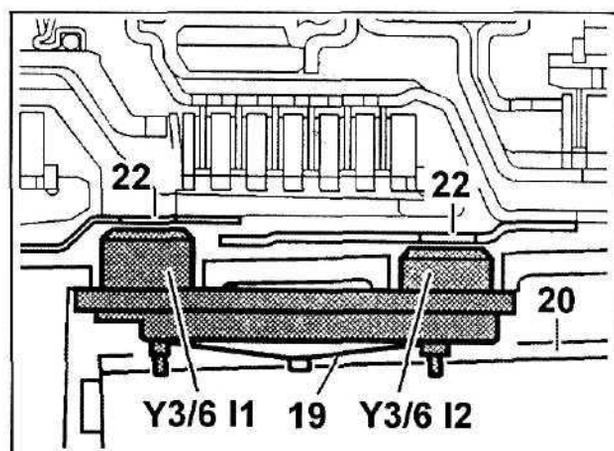

Рис. 23.
Сигнал датчиков числа оборотов также как и сигналы других датчиков используется электронным блоком управления (EGS). Датчики Y3/6 I1 и Y3/6 I2 (рис. 23) установлены в картере АКПП и прижимаются к нему с помощью упругой пластины (19), расположенной в клапанной коробке (20). Такой способ крепления позволяет обеспечить требуемый зазор между датчиками и импульсными барабанами (22).